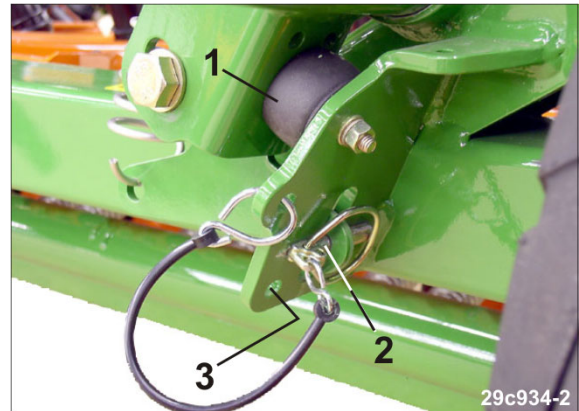

Bild 168
- 3.1 Tryck spårmarkörens arm mot gummibufferten (Bild 168/1).
- 3.2 Dra ut låssprinten (Bild 168/2) och sätt den i parkeringsläge i hålet (Bild 168/3).